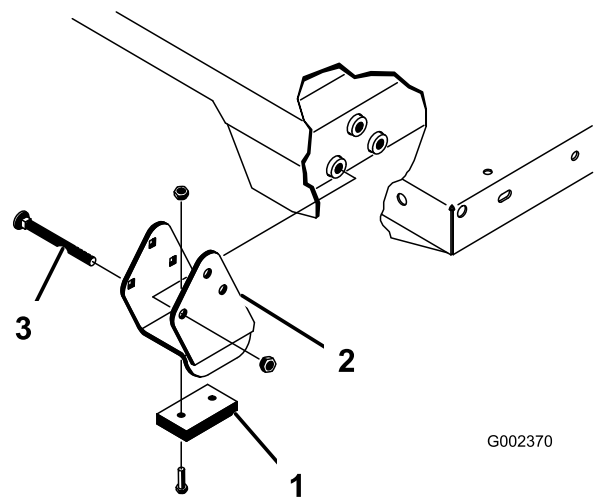

图32
确保隔片支架和耐磨块图32按照托架螺栓头朝向机器内侧的方式进行安装。
2. 小心将货斗放到机架上后将后货斗枢轴板孔与后机架槽中的孔对齐然后安装 2 个柱销和保险销图32。
4. 从货斗外侧插入柱销让保险销朝向外侧图32。